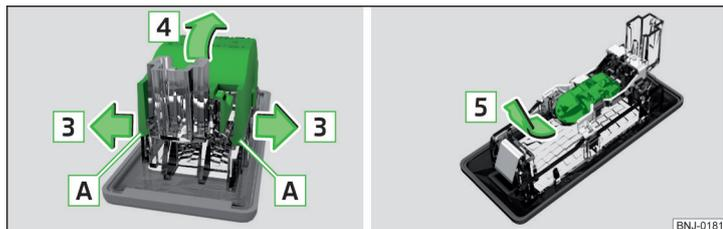

Fig. 217 Remover a tampa / substituir a lâmpada incandescente
- Soltar a tampa da lâmpada na área [A] e no sentido da seta [3] » Fig. 217.